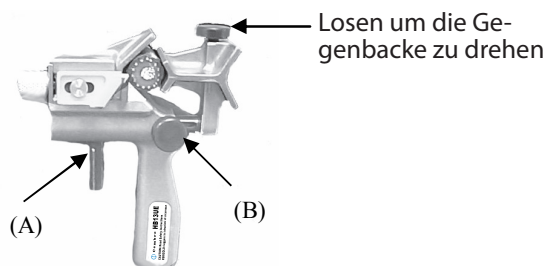

Abb. 2
Schritt 1. Drücken Sie den federgespannten Hebel (A) um die Backen zu öffnen. Führen Sie das Kabel zwischen die Backen bis an die Schneidecklinge, wie in Abb. 2. Lassen Sie den federgespannten Hebel (A) los. Ziehen Sie den Rändelknopf (B) fest, um das Werkzeug am Kabel zu fixieren.